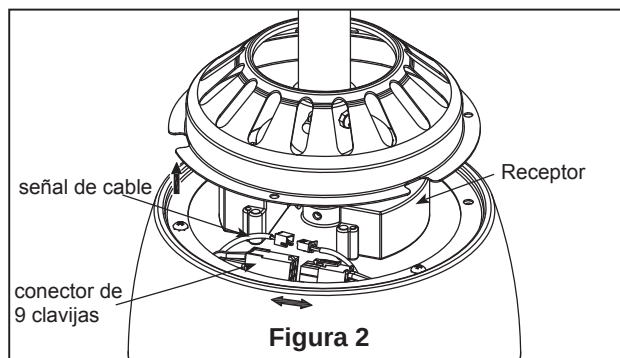

Figura 2
- ☐ **2.** Desconecte el cable de señal y el conector de 9 clavijas. Vuelva a colocar el receptor antiguo con el nuevo receptor. (Figura 2)